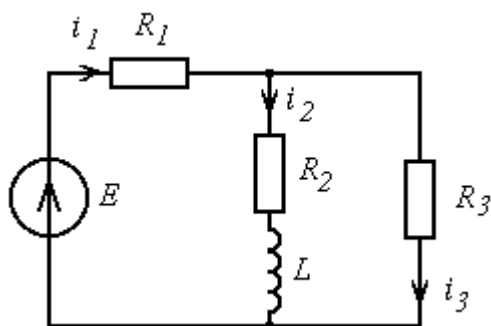

Рисунок 4.56
2. По 1 и 2 законам Кирхгофа составим систему уравнений для цепи (рисунок 4.56)